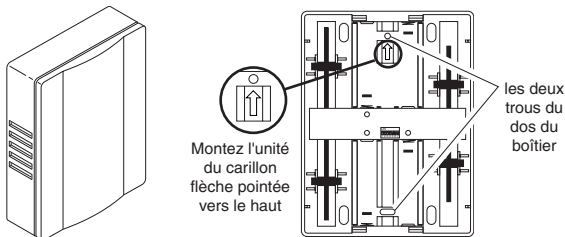

Figure 5
3. Servez-vous des trous du boîtier comme modèle (voir Figure 5). Percez deux trous d'un diamètre de 5,5 mm (7/32 po) pour les ancrages muraux (fournis), puis insérez-y ces ancrages.
5. En utilisant comme guide la flèche de l'intérieur de l'unité du carillon, montez celui-ci flèche pointant vers le haut (voir Figure 5). Ne serrez pas complètement les vis.